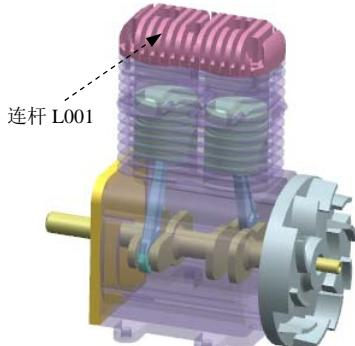

图 10.4.2 定义连杆 L001
(1) 定义连杆 L001。选择下拉菜单 **插入(S)** → **链接(L)...** 命令，系统弹出“连杆”对话框，选中 **固定连杆** 复选框，选取图 10.4.2 所示的零件为连杆 L001，其余参数接受系统默认，在“连杆”对话框中单击 **应用** 按钮。